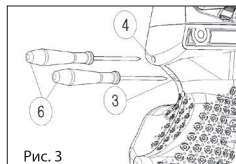

Рис. 3
- 17 Регулировка усилия пружины второй ступени – спусковой стенки – производится поворотом с помощью плоской отвертки через отверстие № 4 (рис.3) (ширина пилца отвертки должна быть не более 3 мм).
- 20 Настройка рабочего хода спусковой стенки осуществляется через отверстие № 3 (рис.3) с помощью плоской отвертки.